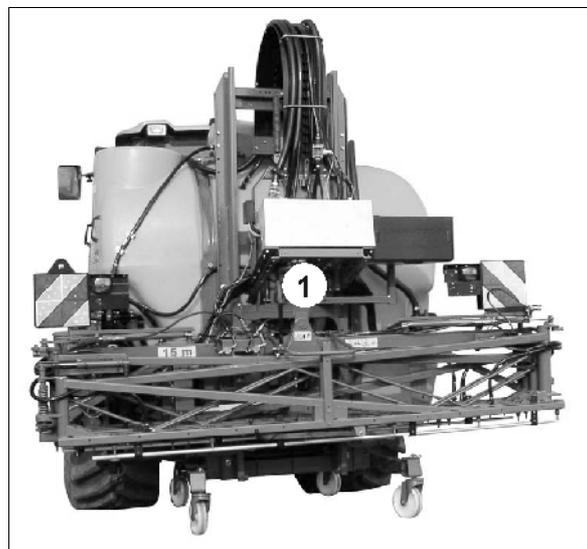

Bild 113
11. Ta loss alla sprutledningarna från delbreddsventilerna (Bild 113/1) och blås dem rena med tryckluft.